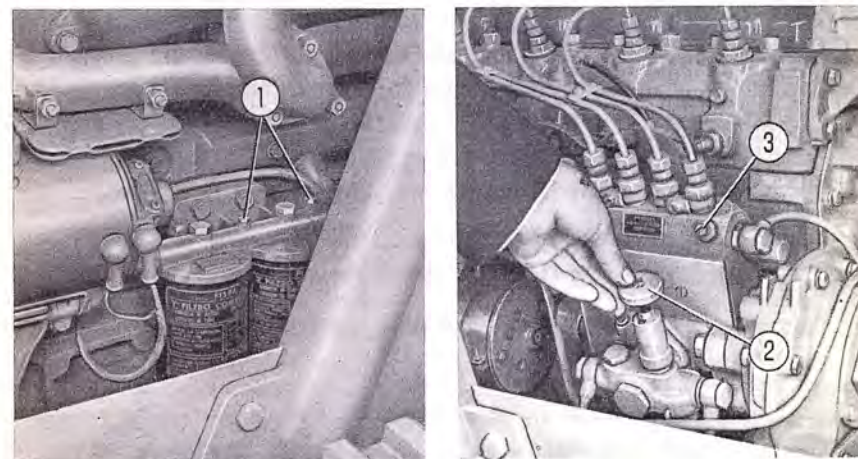

Fig. 7. - Évacuation de l'air.
L'évacuation de l'air est indispensable afin d'éviter des mises en marche difficiles. Le réservoir étant rempli et son robinet ouvert (robinet visible devant le siège), agissez comme indiqué ci-dessous (voir fig. 7):
3. Dévissez le bouton de la pompe d'amorçage (2, fig. 7) et pompez une vingtaine de fois de sorte que la circulation soit activée dans les canalisations, surtout s'il fait froid.